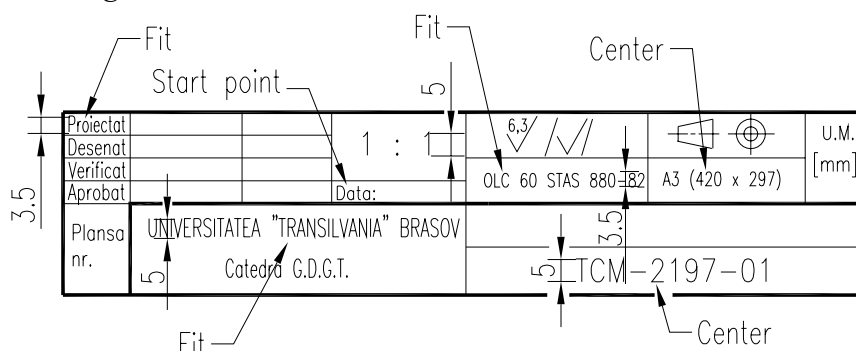

Fig. U8.7
2. Pe desenul realizat în cadrul Unității de învățare U2 - *Format A3.dwg* - utilizând comanda *STYLE* (sau din meniul derulant *Format > Text style*), definiți un stil de scriere cu numele *Alt_stil*, spre exemplu. Alegeți fontul *romans*, factor de lățime 0.7 și înălțime (*Height*) 0. Utilizând acest stil, completați indicatorul conform Fig. U8.7. Pentru scriere utilizați pe rând comenzile *TEXT* și *MTEXT*. La completare utilizați opțiunile și înălțimile indicate în figură. Salvați desenul cu același nume - *Format A3.dwg*.